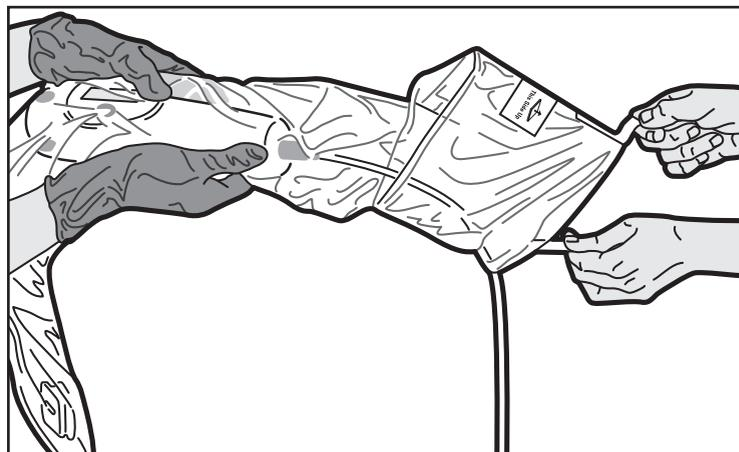

Figure 3. Dépliage de la poche
6. L'opérateur dans le champ stérile saisit alors l'unité MDU5 PLUS recouverte. L'opérateur hors du champ stérile saisit les languettes et tire dessus jusqu'à ce que la poche soit déployée dans toute sa longueur (figure 3).